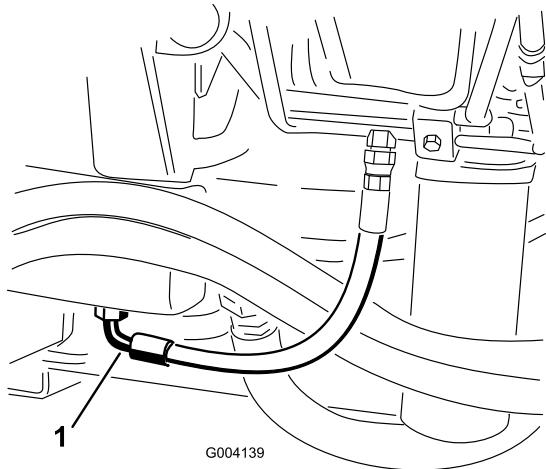

Bild 90
2. Stellen Sie eine große Auffangwanne unter das Anschlussstück, das unten am Hydraulikölbehälter befestigt ist (**Bild 90**).